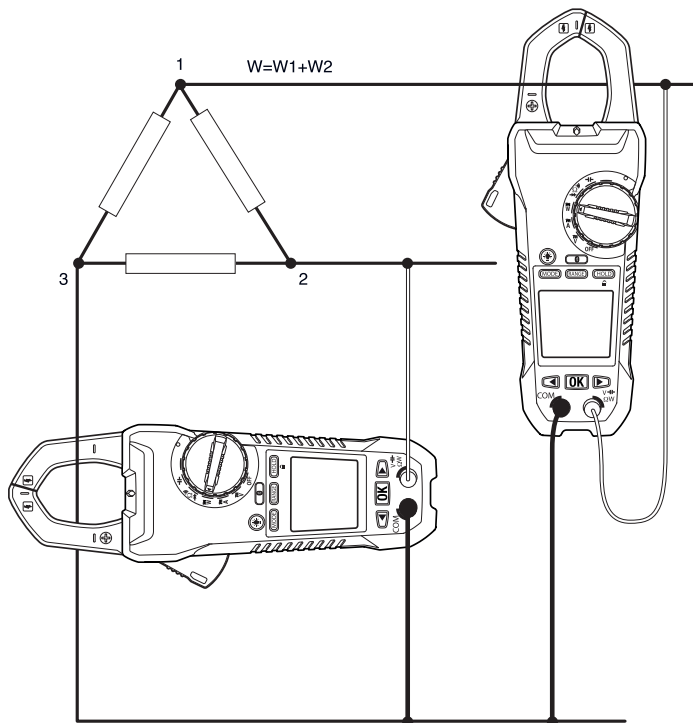

Figure 5.4 Mesures de puissance triphasée à trois fils
La puissance d'une configuration delta à trois fils triphasée se mesure en deux étapes, conformément à la figure 5.4. La puissance totale est la somme des deux mesures : $W = W_1 + W_2$.
3. Prenez deux mesures de la puissance active, conformément à la figure 5.4.